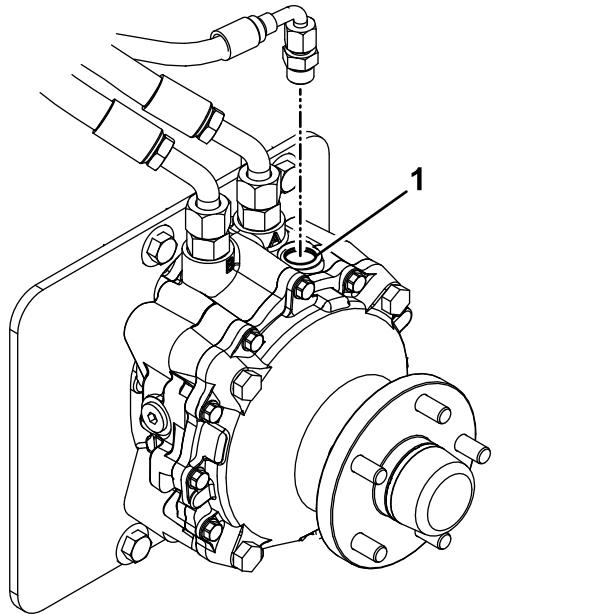

Bild 64
9. Entfernen Sie die Füllschraube an der Oberseite jedes Radmotors (Bild 64).